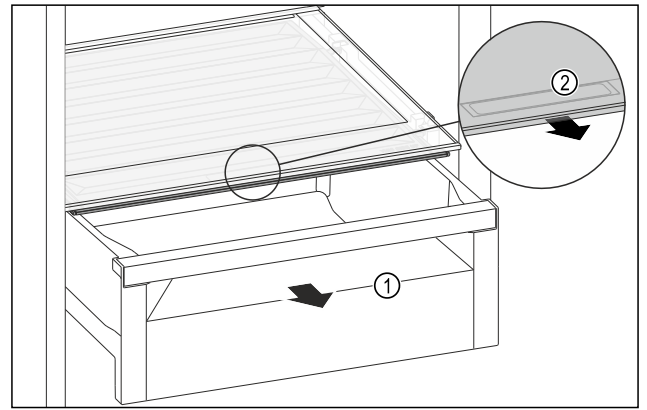

Fig. 124
▶ 拉出抽屉 Fig. 124 (1)。
▶ 抓住抽屉盖上的内嵌式拉手 Fig. 124 (2)，并同时向前拉出抽屉盖。